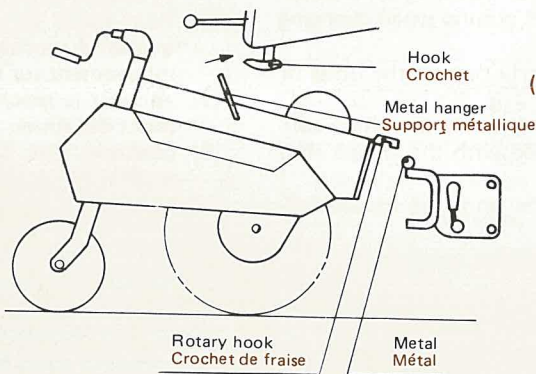

Fig. 7-2
- 4) While keeping the handle immovable, hook the metal hanger of rotary to the hook of handle. (See Fig. 7-2).
- 4) Ne pas bouger la poignée et accrocher la suspension métallique de la fraise au crochet de la poignée. (Voir Fig. 7-2)